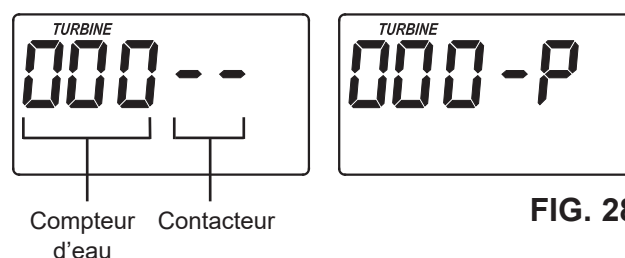

FIG. 28
1. Appuyez sur le sélecteur pendant 3 secondes : l'un des deux écrans de la Figure 28 sera alors affiché. Si la vanne est en position service, remplissage, saumurage, contre-lavage ou rinçage rapide (regardez les repères sur la came), l'écran doit afficher « 000 - - » (contacteur de position ouvert). Lorsque la came tourne, l'écran doit afficher « 000 - P » (contacteur de position fermé).
2. Le 3 premiers chiffres de l'affichage dans la Figure 28 doivent augmenter lorsque l'eau circule dans le système.